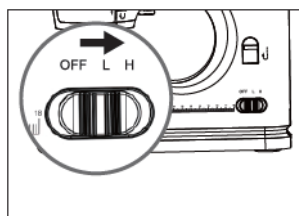

Fig.9
6. Pomaknite prekidač u poziciju niske ili visoke brzine i stroj će automatski početi šivati. Preporučujemo nisku brzinu za početnike (Fig. 9).